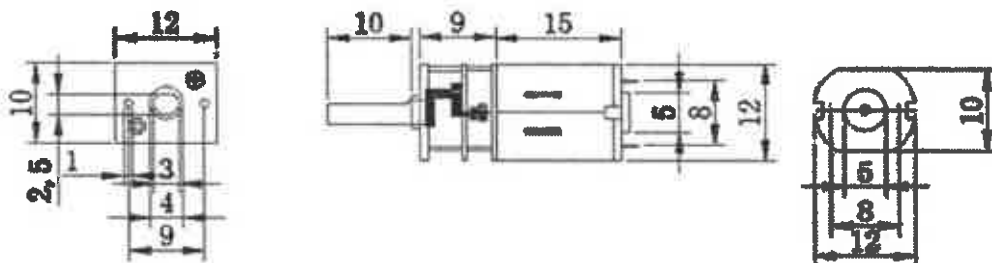

图 2 电动机尺寸参数 (单位: mm)
2) 装置使用的电动机和电池需自行准备, 需采用以下指定型号。电动机: N20 减速电动机, 减速比 100, 数量 1 个 (电动机工作参数见表 1, 尺寸参数见图 2); 电池: 5 号普通电池 (圆柱状, 单节电池标称电压为 1.5V, 要求电池外表能看到 AA、LR6、1.5V 这些信息), 数量 4 个。以上产品均不指定厂家, 外观可参照图 3。电子元件 (只能是导线、开关、电池底座) 及涉及运动的机械零件 (如不可拆解的齿轮、齿条、轴等) 可以自行采购。